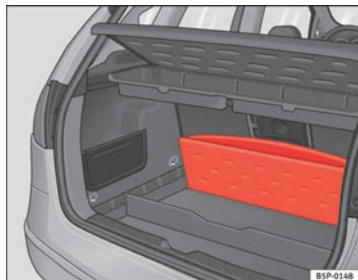

Fig. 105 Rangements variables dans le plancher du coffre à bagages
- Levez le plancher du coffre à bagages et repliez-le entièrement vers l'arrière ⇒ fig. 105.